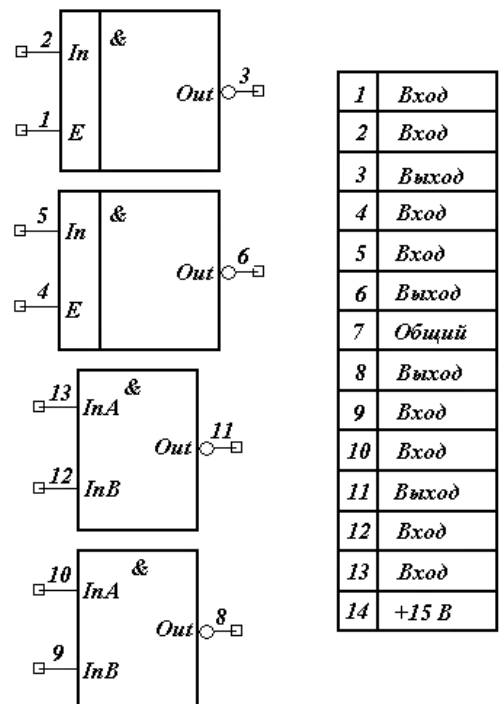

Рисунок 3.13 – Цоколевка элемента K511ПУ2
- Заполнять таблицу необходимо в соответствии с цоколевкой элемента (рис. 3.13).